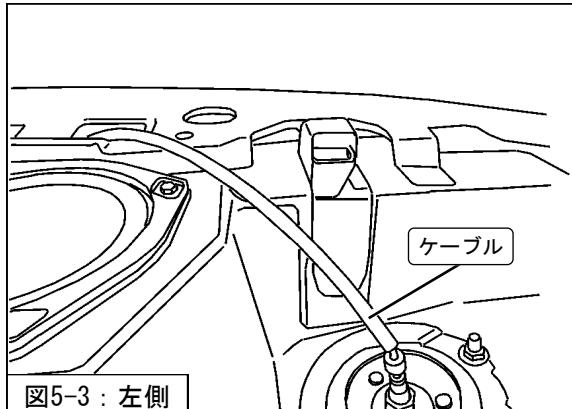
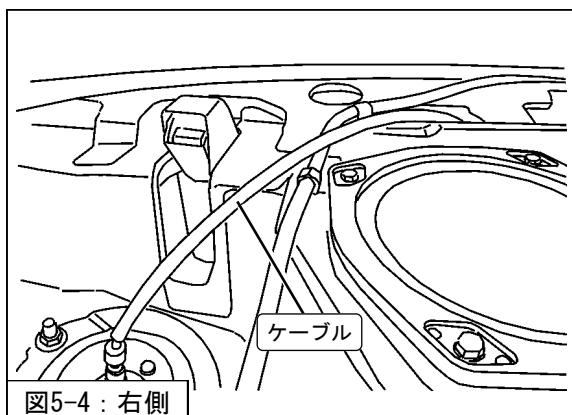

図5-3：左側
図5-4：右側
- リアサスペンションASS Y先端の調整用シャフトにケーブルを取付けてください。（図5-3・図5-4）